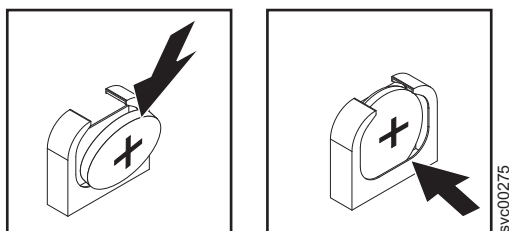

Figura 194. Portador de bateria CMOS do SAN Volume Controller 2145-CG8 ou 2145-CF8
- b. Pressione a toda a bateria no soquete até que ela se encaixe no lugar. Certifique-se de que o grampo da bateria prenda a bateria firmemente, conforme mostrado na Figura 194 na página 242.